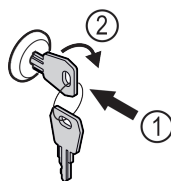

Fig. 159
- ▶ Sæt nøglen i. Fig. 159 (1)
- ▶ Drej nøglen 90° med uret. Fig. 159 (2)